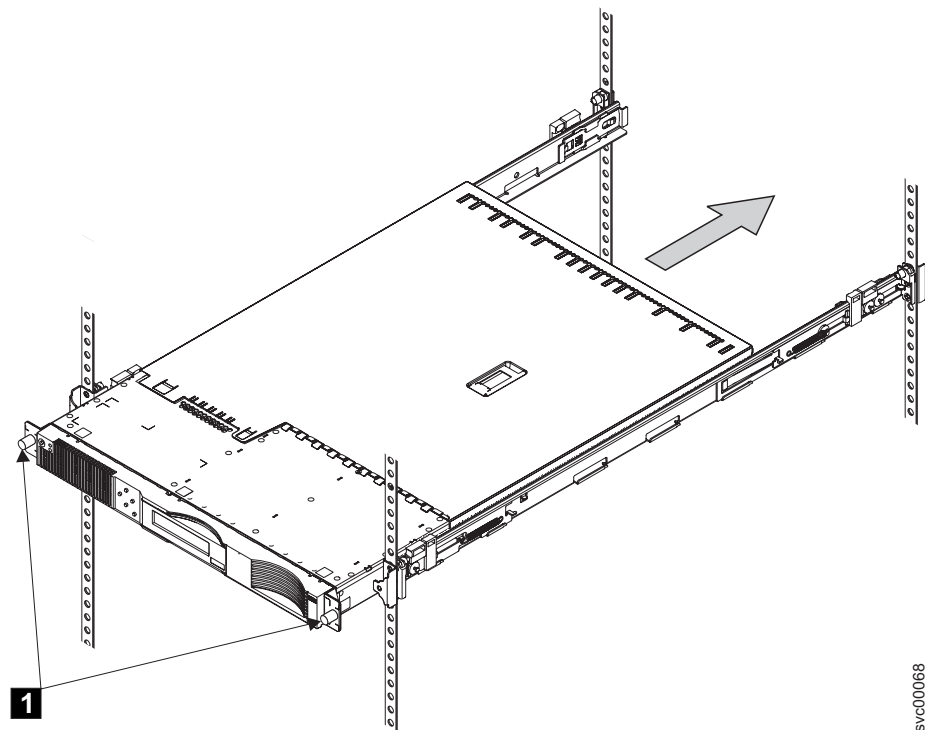

図 72. 前部ねじでの SAN ボリューム・コントローラー 2145-4F2 の取り付け
2. 2 本の前部 ねじ (図 72 の **1**) を留めます。
注: レール・アセンブリの前面の外観は、図 72 に示す前面とは異なります。